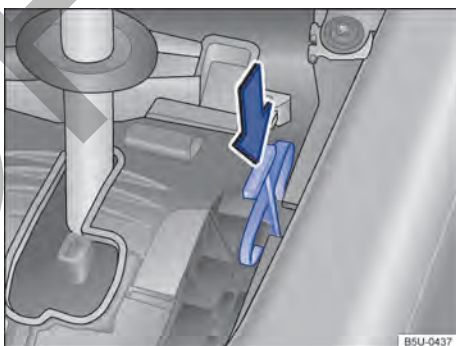

Fig. 85 Desinstalar la cubierta de la palanca selectora y desbloquear el bloqueo de la palanca selectora de emergencia.
- Presionar la palanca de desbloqueo → fig. 85 en el sentido de la flecha y mantener en esta posición.